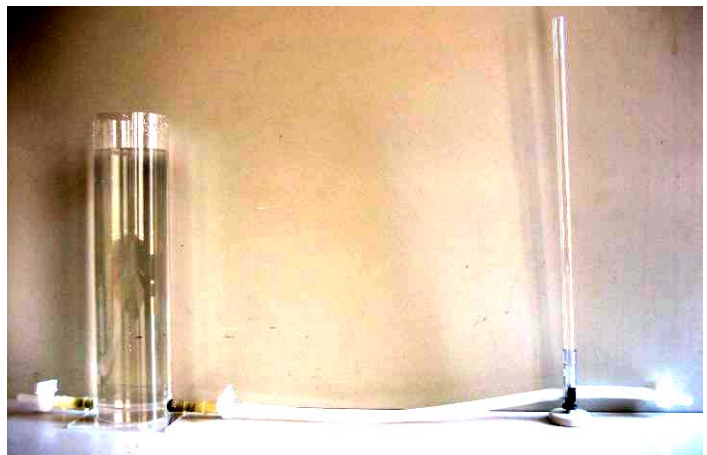

Abb. 3: Läuft das Steigrohr nach Öffnen des Hahns über?
**Versuchsaufbau:** Abbildung 3
**Versuchsaufbau:** Abbildung 3; Hahn nur halb geöffnet, alle Luftblasen sollten entfernt sein!